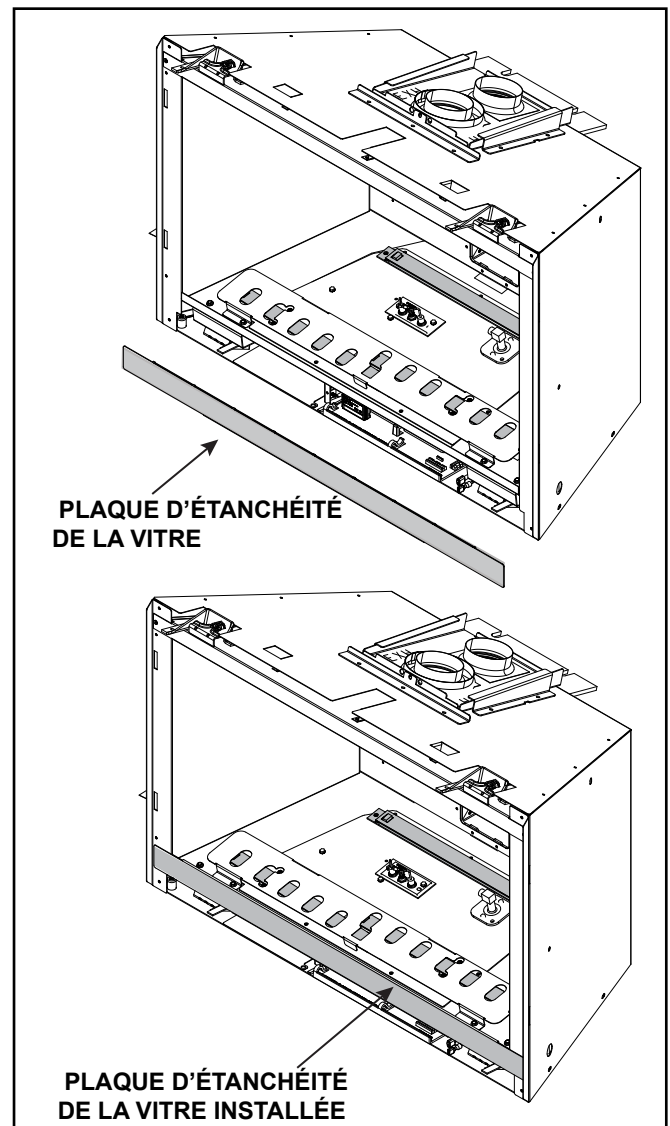

Figure 3.4 Plaque d'étanchéité de la vitre
- Vérifier que la plaque d'étanchéité de la vitre est bien installée. Voir la figure 3.4.